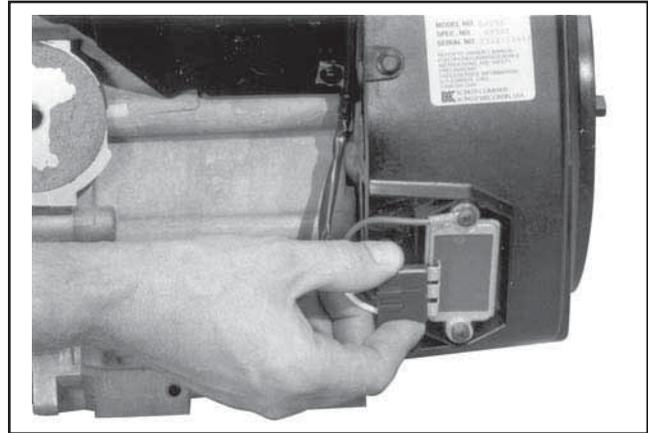

Figure 9-31. Déconnexion de l'axe du redresseur-régulateur.
1. Déconnecter l'axe du redresseur-régulateur sur le carter de protection du ventilateur. Voir la Figure 9-31.